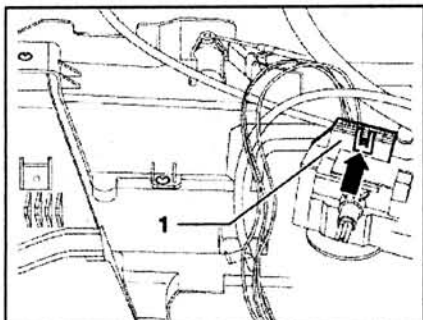

Рис. 8.65. Отсоедините разъем проводки 1 от блока регуляторов (стрелка).
4. Отсоедините разъем проводки 1 от блока регуляторов (стрелка) (рис. 8.65).